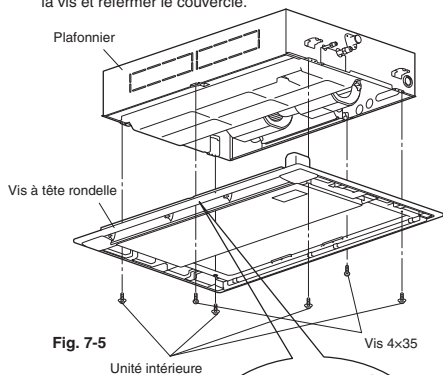

Fig. 7-5
- (5) Aligner les trous d'installation de panneau aux trous de vis d'unité intérieure.
- (6) Insérer les vis avec tête à rondelle fournies dans les 4 trous d'installation et serrer de manière que le panneau soit bien fixé à l'unité intérieure. (Fig. 7-5)